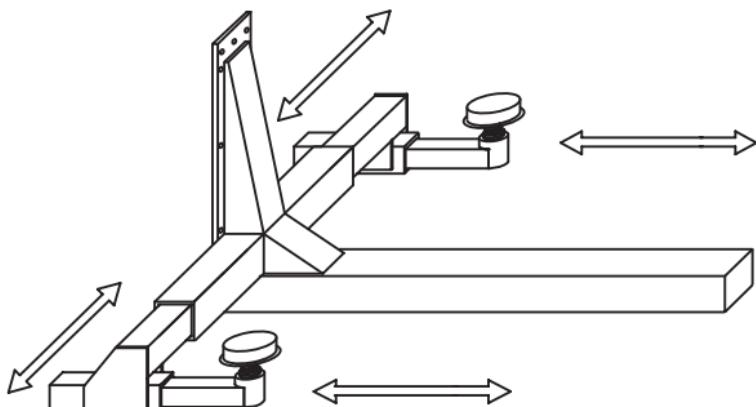

Рисунок 7 – Регулировка балок
- Поддерживающие балки могут выдвигаться в горизонтальной плоскости в направлении параллельном и перпендикулярном направляющей балке платформы (рис. 7).